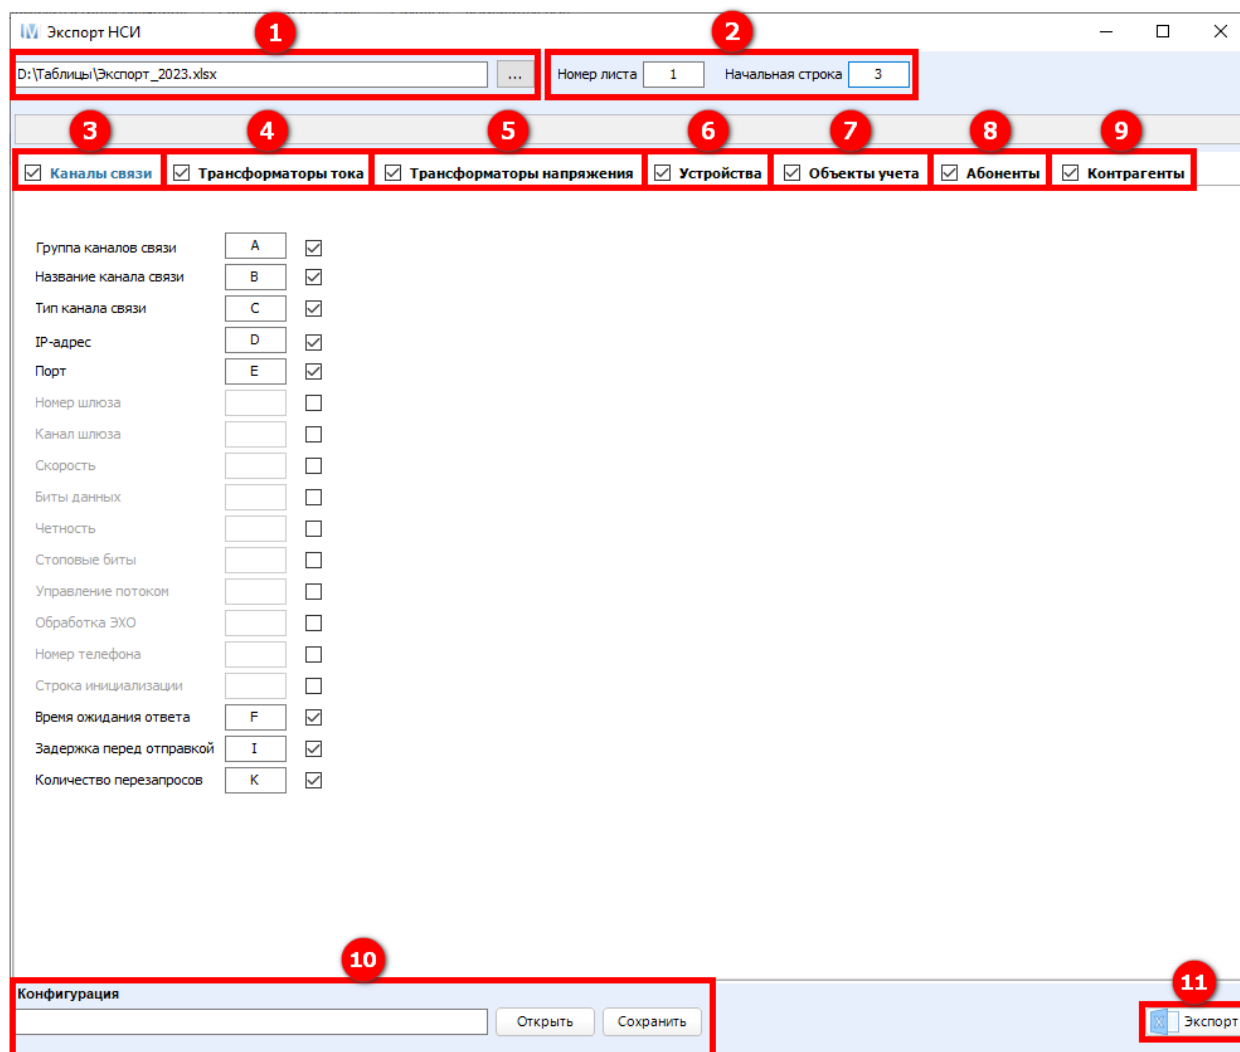

Рисунок 331 – Экспорт НСИ
Далее в открывшемся окне, нажимая на кнопку , указываем путь сохранения Excel-файла и его наименование (1) (см. рисунок 331). При необходимости регулируем номер листа и начальной строки, в которую будут экспортированы данные (2).